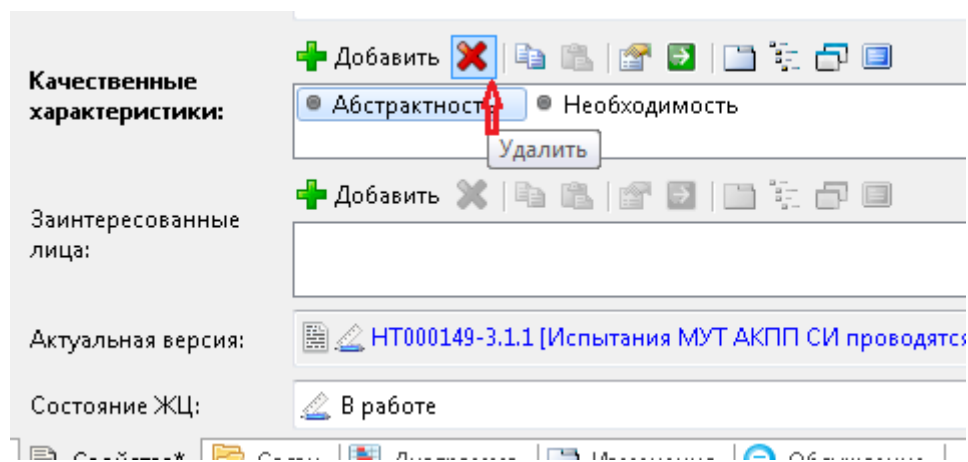

Рисунок 25 — Окно удаления качественной характеристики
- для удаления качественной характеристики необходимо выбрать ее и нажать на крестик над таблицей (Рисунок 25).